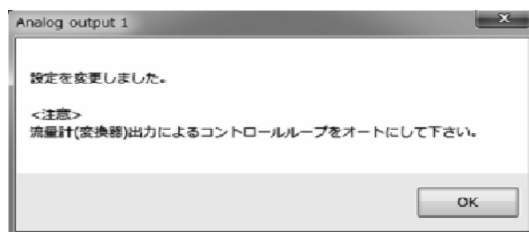

図40
- ⑤ 「OK」をクリックし、入力した設定値に変更されると、メッセージボックス(図40)が表示されますので、「OK」ボタンをクリックすれば設定は終了です。